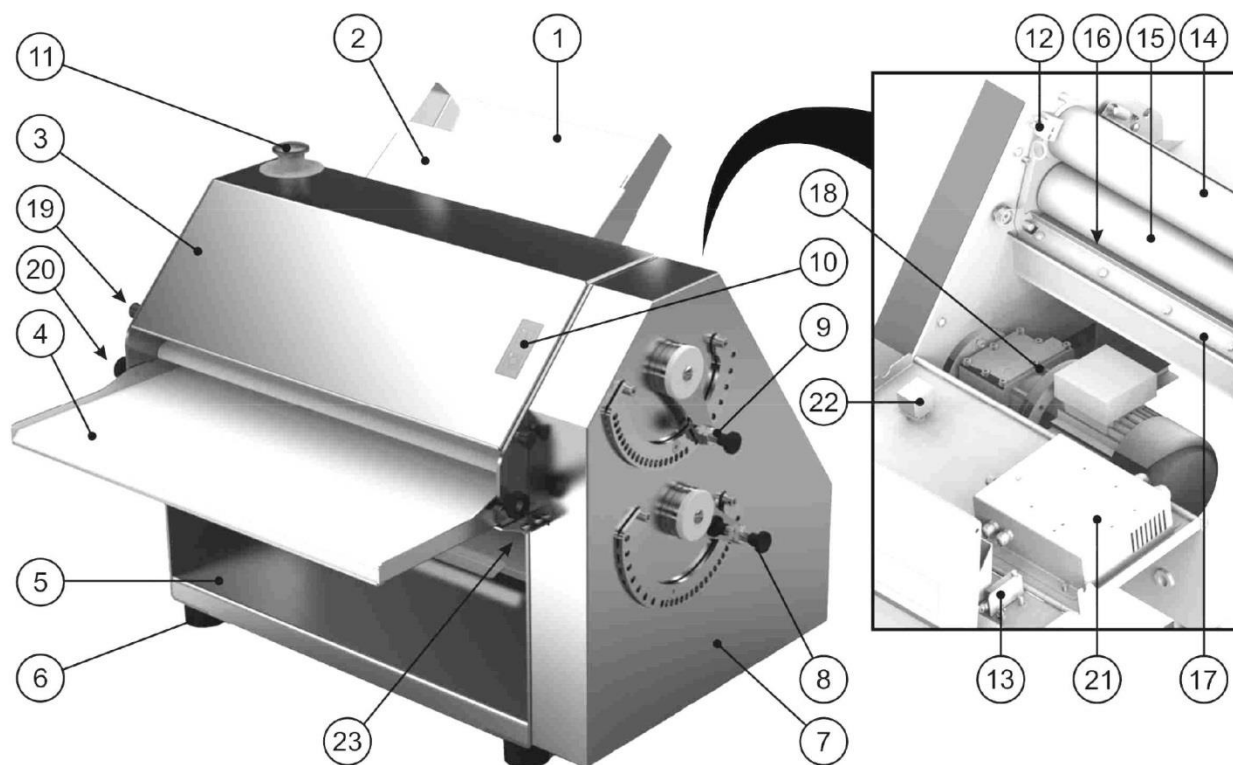

Рисунок 1
В дополнение к несущей конструкции, раскаточно-режущая машина RV50 состоит из (Рисунок 1):
- * Удостоверьтесь, что все устройства безопасности (см. номер 3 Рис. 1) закрыты (если это не сделано, машина не заработает)
- * Удостоверьтесь, что средний поддон (номер 4 Рис. 1) вставлен правильно (если это не сделано, машина не заработает)
- * Удостоверьтесь, что кнопка аварийной остановки (номер 11 Рис. 1) отключена (если нет, переустановите в исходное положение)